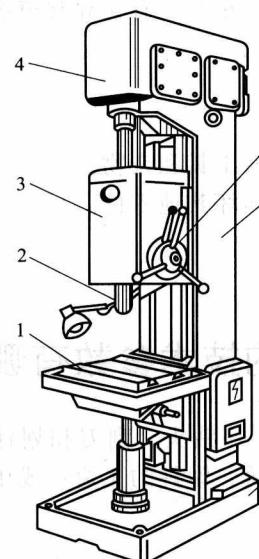

图1-3 立式钻床
① 电钻钻孔前应空转开机 1min，检查传动工作是否正常，发现故障应排除后再使用。
② 钻削钻头应锋利，钻孔时不宜用力过猛；当孔接近钻穿时，应减少钻孔压力，以防止发生事故。
(3) 立式钻床 (图 1-3) 立式钻床应用广泛，可钻 $\phi 25\text{mm} \sim \phi 50\text{mm}$ 直径的多种孔，也可用来锪孔、铰孔和攻螺纹。工作时主轴转速与进给速度有较大的变动范围，可加工出较高精度孔。钻床的型号与技术参数见表 1-2。